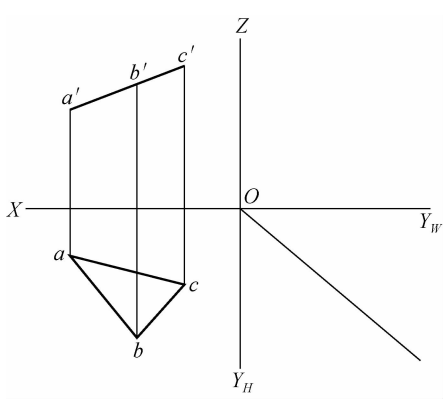

图 1-2-7
2. 如图 1-2-7 所示,补画图所示平面的第三面投影。(保留作图线,5 分)